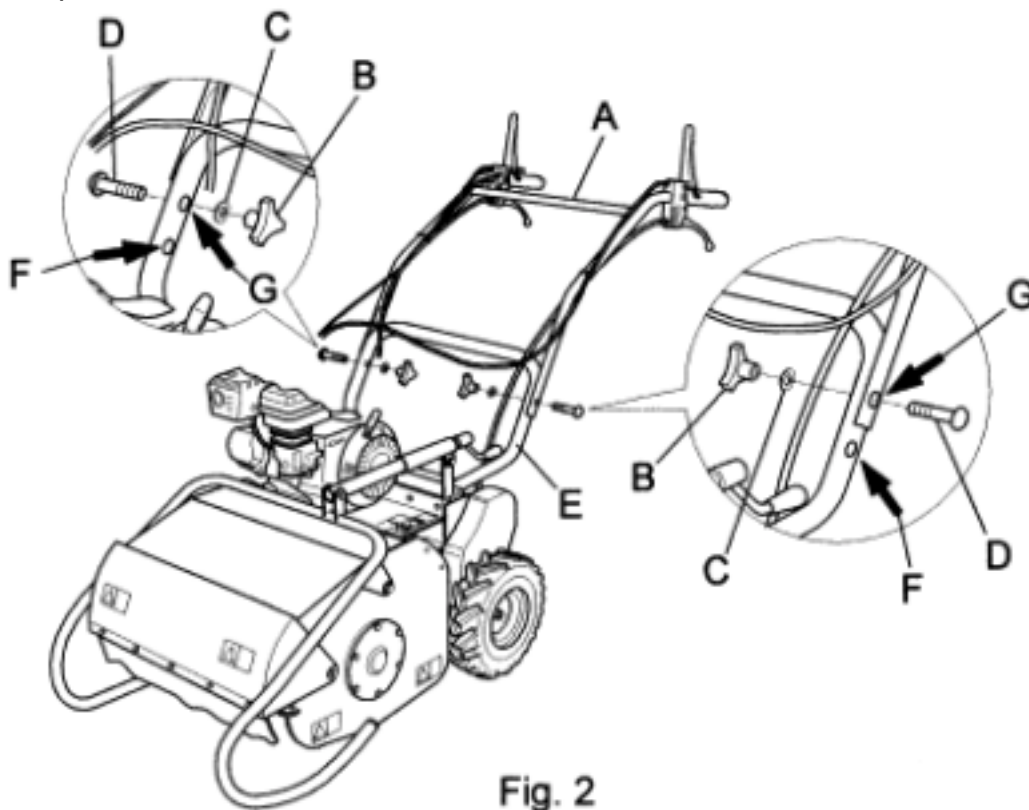

Fig. 2
-Sollevare il manubrio in Fig. 2 rif. A ed inserirlo nel supporto indicato in Fig. 2 rif. E.
Selezionare l'altezza desiderata mediante l'inserimento delle viti (fig. 2 rif. D) in uno dei due fori (Fig. 2 rif. F,G) inferiore o superiore, presenti sul supporto manubrio (fig. 2, rif. E). Posizionare le rondelle (fig. 2 rif. C) sulle apposite viti (fig. 2, rif. D) ed avvitare i pomelli (fig. 2 rif.B) serrandoli saldamente.